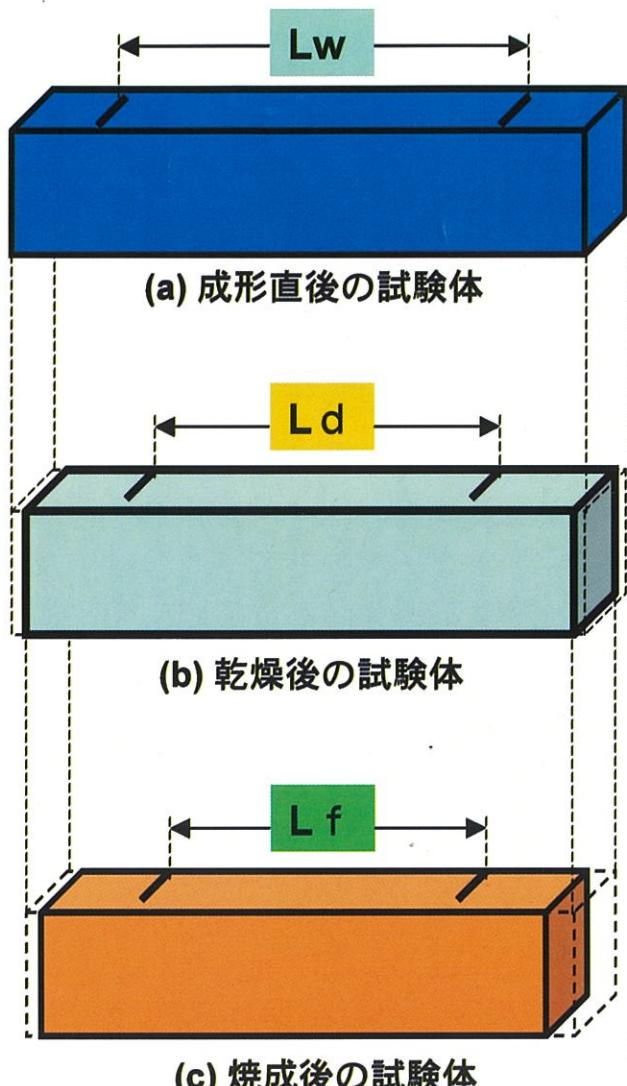

図1
- ・ 壱土等の試験体は、石膏型で型起し成形するか、タタラを用いて成形し、概ね図1の(a)のような成形体とします。
- ① 成形直後の試験体に、図1の(a)のように長さ方向に10.00cm（ノギスを用いた方がよい）の印を付ける。その時の長さを **(Lw)** とする。
- ② 試験体を室内乾燥させる。
- ③ 十分乾燥した試験体の印の長さを測る。図1の(b)のように、その時の長さを **(Ld)** とする。
- ① 乾燥後の試験体を、所定の窯で目標設定温度において焼成する。
- ② 窯出し後、焼成によって収縮した長さを測定する。図1の(c)のように、その時の長さを **(Lf)** とする。